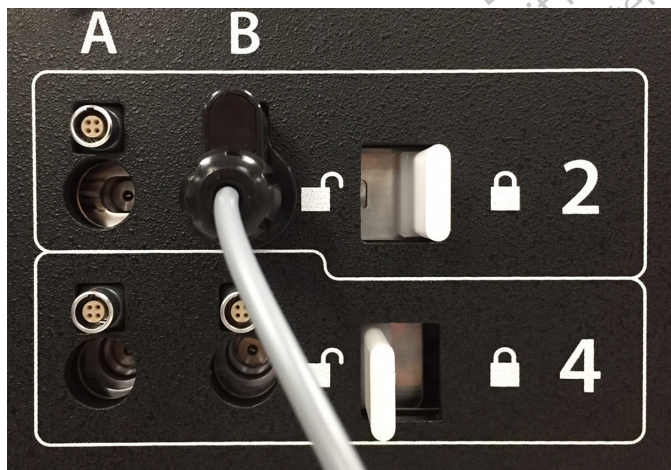

Figura 14. Bloqueio da agulha no canal
5. Depois de inserir uma ou duas agulhas no canal pretendido, bloqueie o canal fazendo deslizar a barra de bloqueio para longe do centro do sistema (Figura 14).